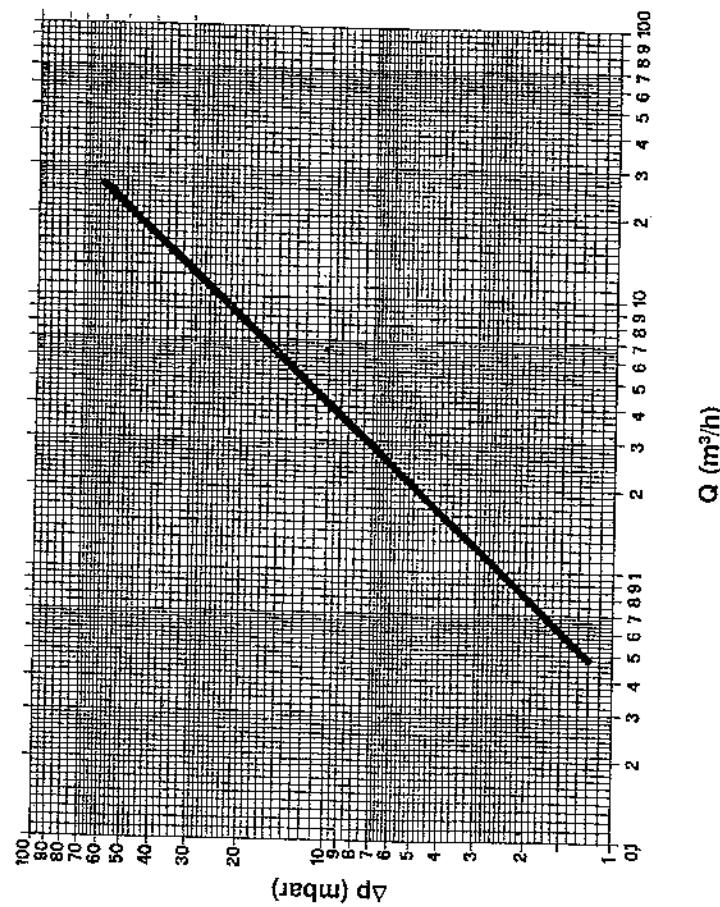

Fig. 3
2.02 Gegevens drukverlies (fig. 3)